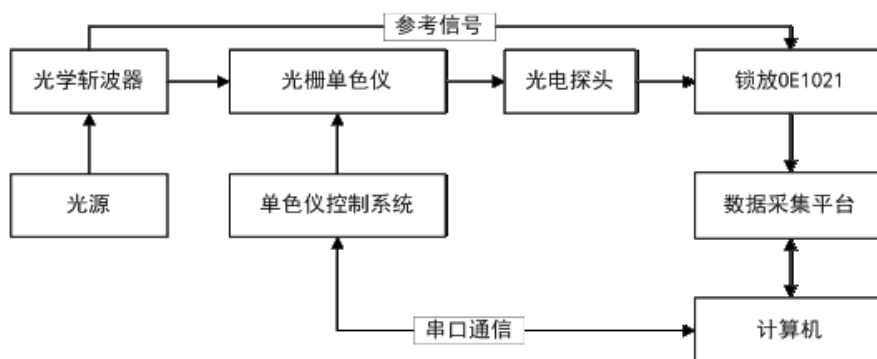

图103. 光谱测量平台示意图
3. 搭建起光谱测量平台，并用一条带 BNC 接头的信号线连接光电探头的输出接口和 OE1022 前面板 SIGNAL IN 的 A/I 接口；用另一条带 BNC 接头的信号线连接光学斩波器的同步频率信号输出接口 Sync out f1 和 OE1022 前面板的 REF IN 接口；用一条带 BNC 接头的信号线连接 OE1022 前面板的 CH1 接口和数据采集平台，示意图如图 103 所示：